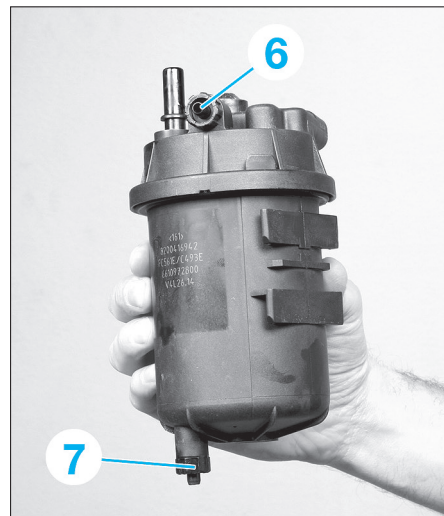

FIG. 50
- réamorcer le circuit d'alimentation en combustible avec la poire d'amorçage (5) située devant le passage de roue droit et ouvrir la vis de purge en air (6) sur le couvercle du boîtier du filtre. Resserrer la vis (6) dès que le combustible s'écoule sans air (fig. 50).